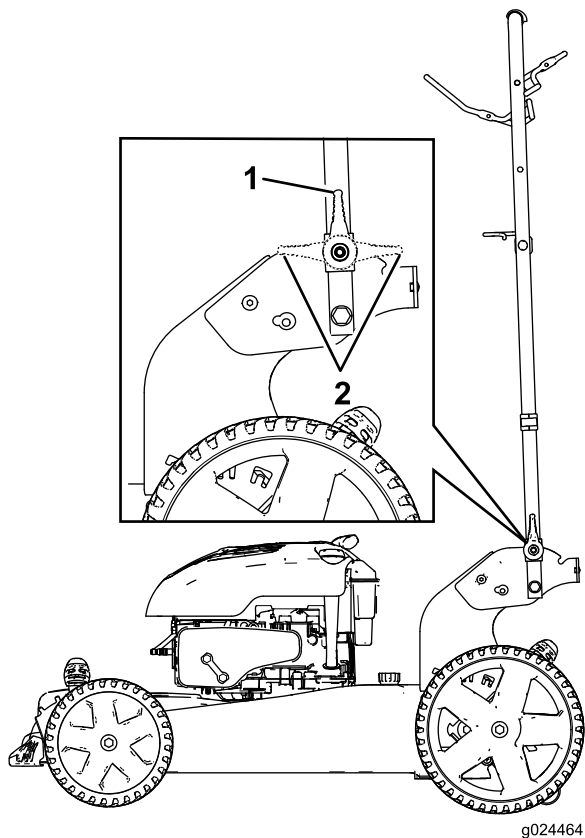

Figure 29
2. Rabattez le guidon vers l'avant soit à la verticale soit complètement abaissé, comme montré à la Figure 29.